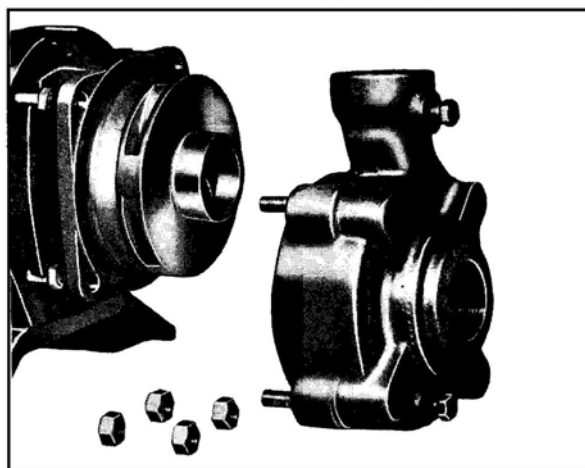

Figura 1
1. Desconecte tanto la línea de succión como la línea de descarga de la bomba. Quite el tapón (13) de la carcasa (2).
2. Quite los cuatro tornillos(1) del adaptador (10) y separe la carcasa del adaptador, como lo muestra la figura 1.